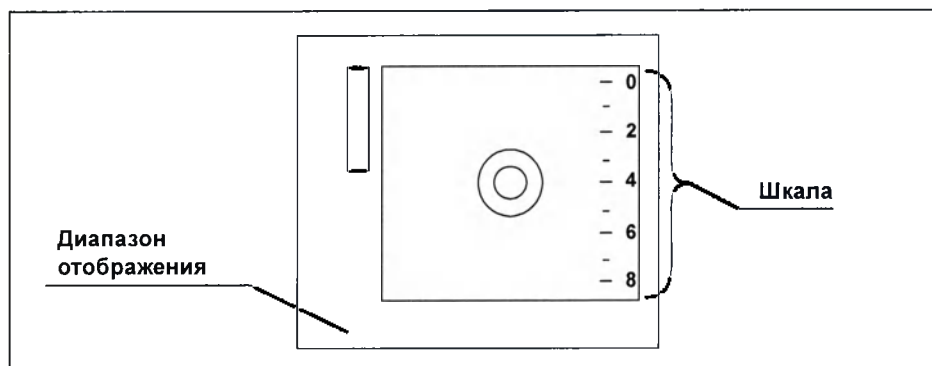

Рисунок 7.37
- 1 Каждое нажатие клавиши DEPTH/RANGE «↕» приводит к увеличению ультразвукового изображения. Значение диапазона отображения (DEPTH/RANGE) на дисплее монитора (см. рис. 7.37) уменьшается соответствующим образом. Значение, указанное у шкалы, изменяется в зависимости от диапазона отображения.
- 2 Каждое нажатие клавиши DEPTH/RANGE «※» приводит к уменьшению ультразвукового изображения. Значение диапазона отображения (DEPTH/RANGE) на дисплее монитора (см. рис. 7.37) увеличивается соответствующим образом. Значение, указанное у шкалы, изменяется в зависимости от диапазона отображения.